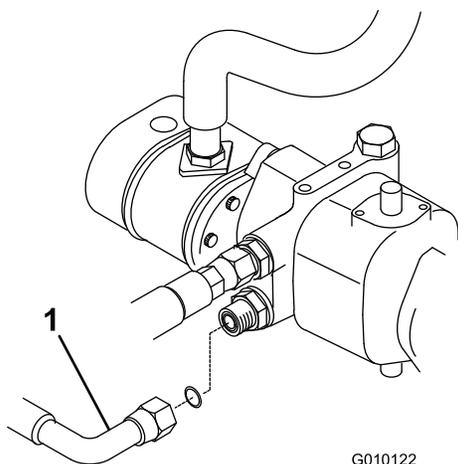
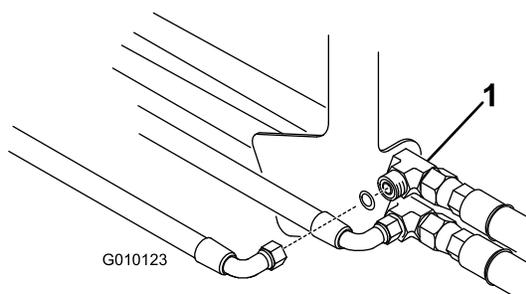

Figura 6
Figura 7
5. Desligue o tubo inferior do hidróstato (Figura 6) e do encaixe em T do anteparo superior dos motores das rodas frontais (Figura 7).